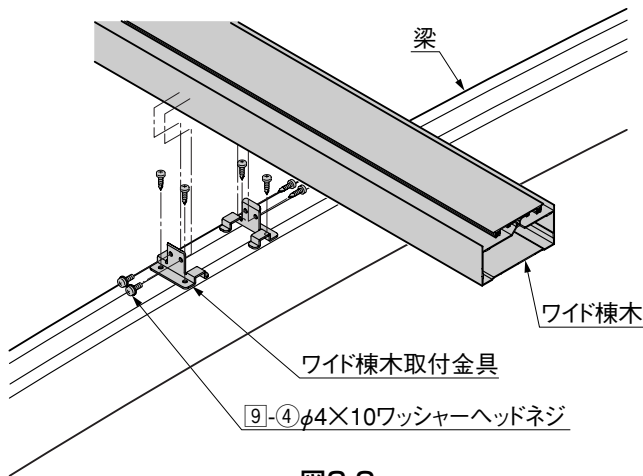

図3-2
❷ 梁の中央部にワイド棟木取付金具を9-④で取付けて、ワイド棟木を9-④で固定してください。(図3-2参照)